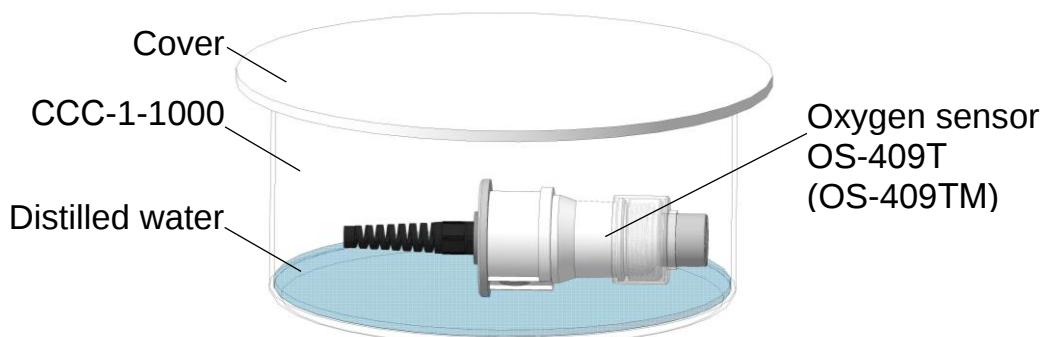

Figure 2.9 – 校准传感器 OS-409T (OS-409TM)
- 水平放置传感器 OS-409T (OS-409TM) 并盖上盖子, 如图 2.9 所示;